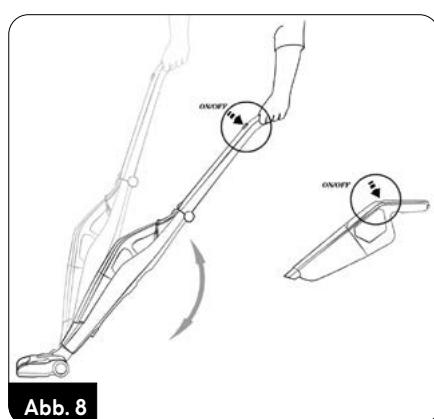

Abb. 8
2. Den Staubsauger mit dem Knopf (6) direkt am Gerät oder dem Knopf (1) am Hauptgriff (Abb. 8) einschalten. Die beiden Knöpfe funktionieren unabhängig voneinander, solange der Staubsauger am Hauptgriff montiert ist.
4. Zusammen mit dem Staubsauger wird die Elektrobürste (15) mit LED-Dioden (16) in Betrieb genommen, die die gereinigte Fläche beleuchten.